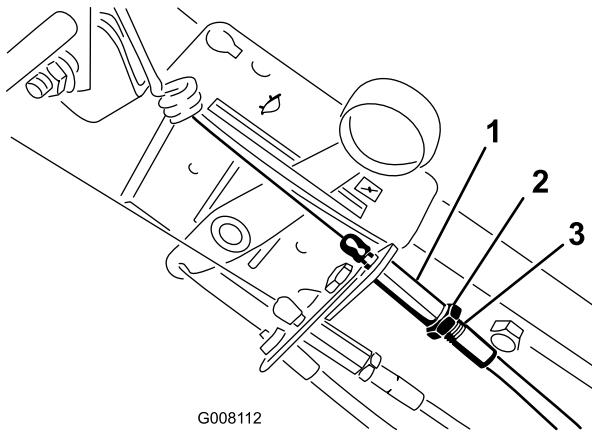

Figure 28
4. Ajustez le dispositif de réglage du câble sur le guidon de sorte à ce que 6 mm (1/4") de filetage soit visible, puis serrez l'écrou (Figure 28).